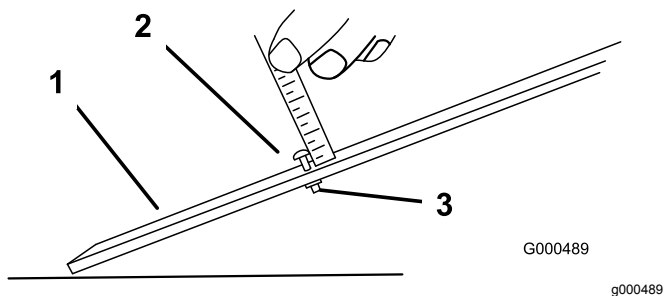

Рисунок 11
1. Ослабьте гайку мерной планки и установите регулировочный винт на требуемую высоту скашивания (Рисунок 11).